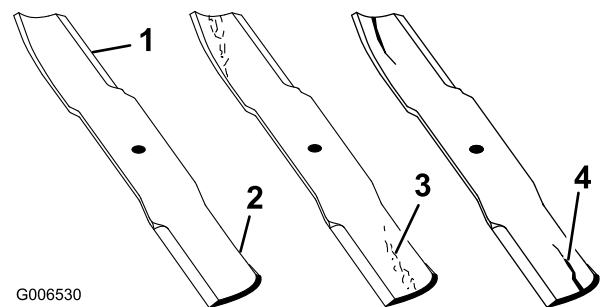

Figure 95
1. Examinez le tranchant des lames (Figure 95). Si les lames coupent mal ou présentent des indentations, déposez-les et aiguiser-les; voir Aiguisage des lames.
2. Inspectez les lames, surtout la partie relevée (Figure 95). Remplacez immédiatement toute lame endommagée, usée ou qui présente une entaille (Figure 95).